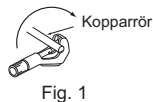

Fig. 1
- 1) Skär av kopparledningen med en rörledningskapare. (Fig. 1, 2)